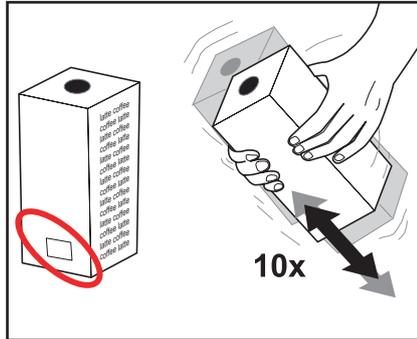

Fig. 18
Leggere le informazioni riportate sul pacchetto del prodotto. Non utilizzare più i pacchetti del prodotto danneggiati. Non utilizzare più i pacchetti del prodotto scaduti secondo la data di scadenza sull'etichetta (fig. 18).
3. Agitare il pacchetto del prodotto almeno 10 volte (fig. 18).